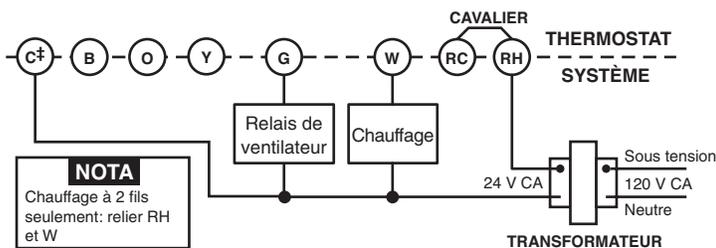

Figure 2. Schéma de câblage-type, installation de chauffage seulement à 3 fils et un seul transformateur
2. Raccorder les fils sous les bornes à vis du socle en se fiant au schéma de câblage qui convient (figures 2 à 7).